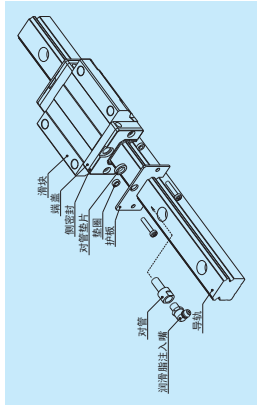

图 15 护板
(4) 护板
- 以后对标准完成品追加安装时，请利用如表 15 所示的护板装置。(图 15)
- 护板安装后，将润滑脂注入嘴装入端盖时，需要如图 15 所示的对管垫片。